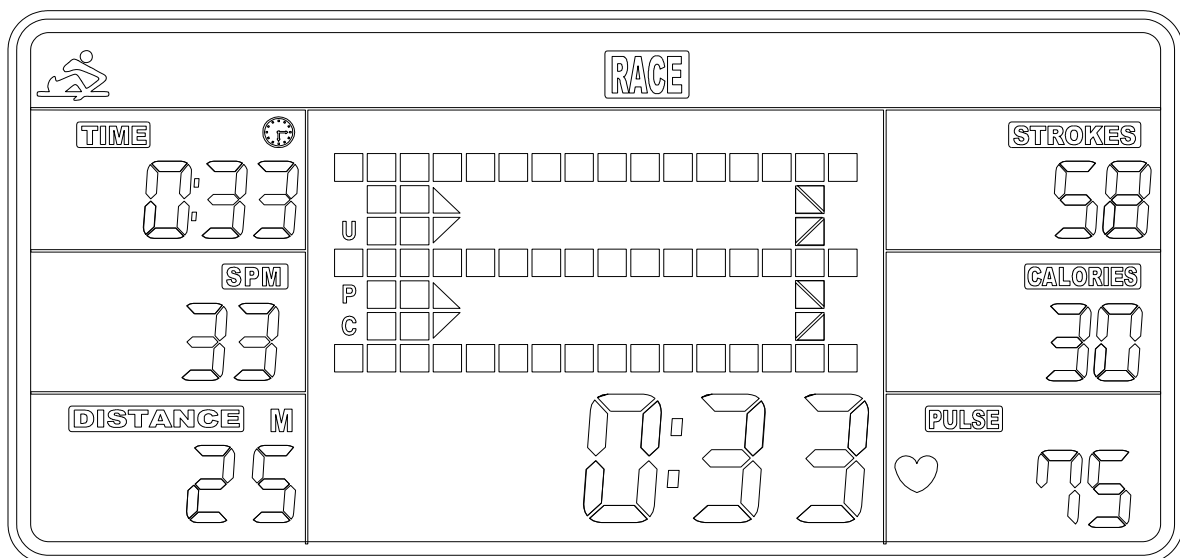
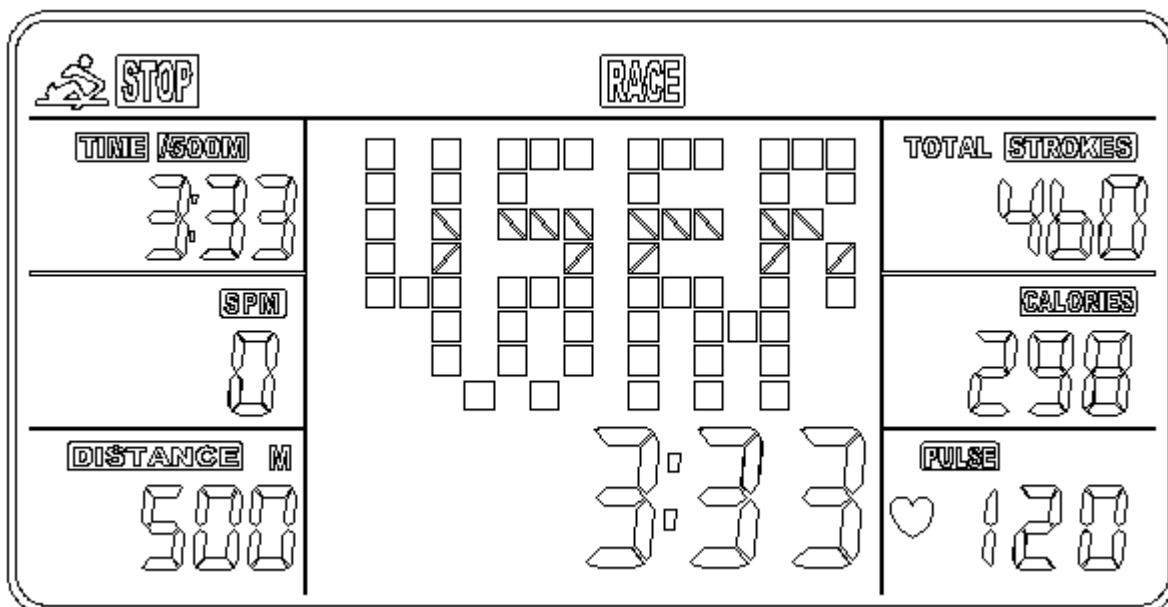

Fig 6
Fig 7
- c. Pulse el botón de START para iniciar y STOP desaparecerá. USER (USUARIO) y PC (COMPUTADORA) se mostrarán en la matriz (Fig. 6). La computadora se detendrá cuando el usuario o la computadora haya alcanzado la distancia de carrera que se estableció. A continuación, la matriz muestra "PC WIN" ("GANA LA PC") o "USER WIN" ("GANA EL USUARIO") (Fig. 7).